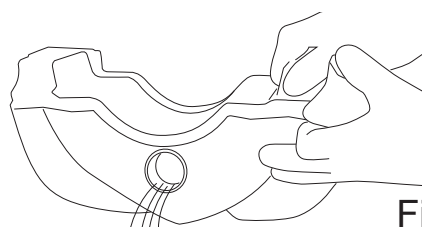

Fig.24
- Svuotare il contenuto del serbatoio dall'apertura frontale (Fig.24).